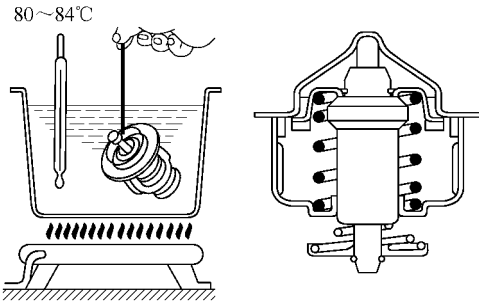

图 4-7 将恒温器浸入水中并逐渐加热
(1) 检查阀的开启温度。将恒温器浸入水中，并逐渐将水加热，如图 4-7 所示。